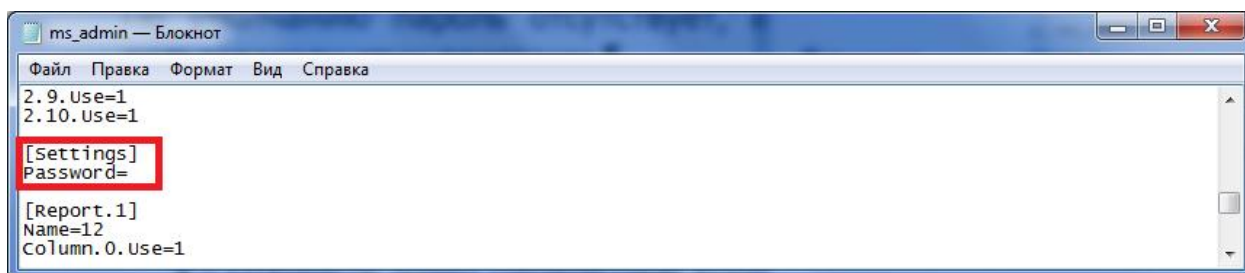

Рисунок 22.8 — Файл ms_admin.ini
- Откройте файл параметров конфигурации *ms_admin.ini* из папки установки ПО STEMAX (по умолчанию *C:\Program Files\MS_System*). Найдите в нем следующие строки (см. рисунок 22.8):